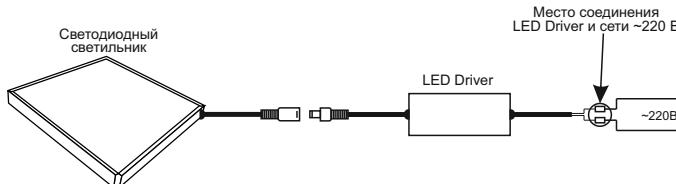

Рисунок 2 — Схема подключения изделия
4. Подключить светильник к сети 220В (рис. 2);
Подключение изделия должно производиться при отключенном сетевом напряжении в следующей последовательности (см. рисунок 2):